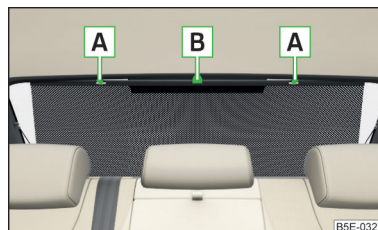

Fig. 55
- Pentru **protecție**, trageți ruloul parasolar de mâner **B** din carcasă și agățați-l în suportul magnetic **A** » fig. 55.